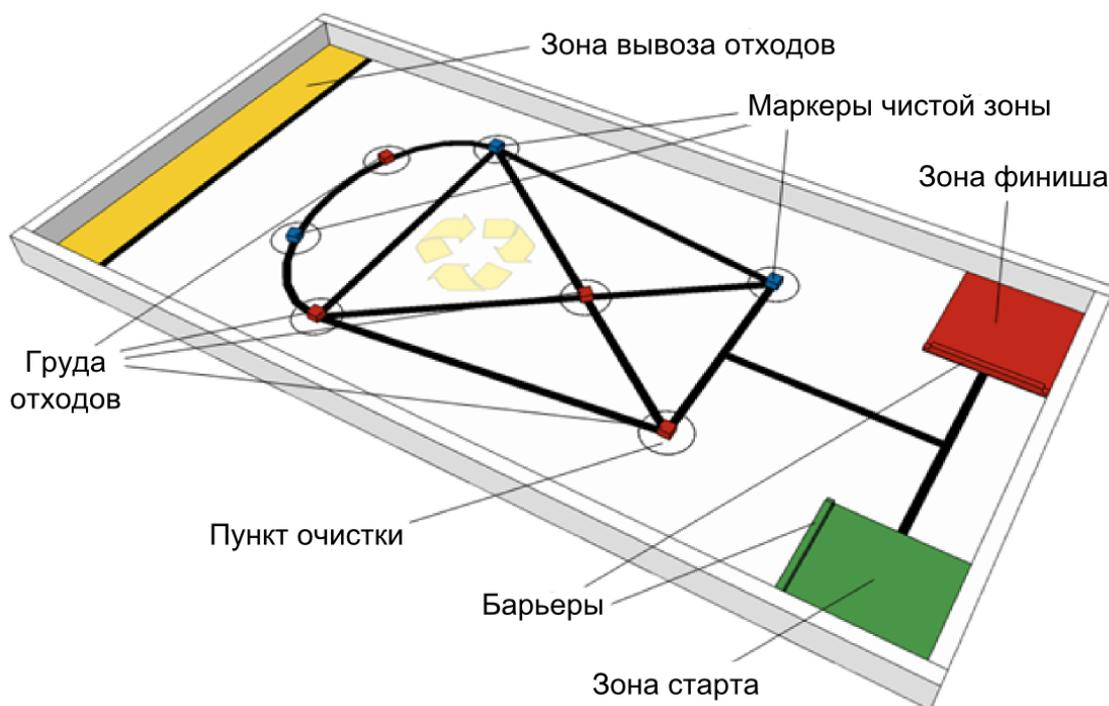

Рис. 1. Схема полигона
- 1.2 Робот стартует, находясь внутри зоны старта (зеленый квадрат на рис. 1), с загруженными на себя 4 синими LEGO-блоками, которые будут использоваться в качестве “маркеров чистой зоны”. В 7 кругах размещаются 4 красных и 3 синих блока в произвольном порядке.